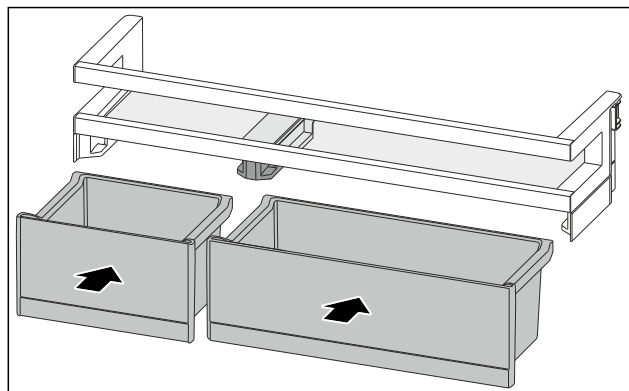

Fig. 150
- Umetnite kutije VarioBox izmijenjenim redoslijedom. (pogledajte Fig. 150)